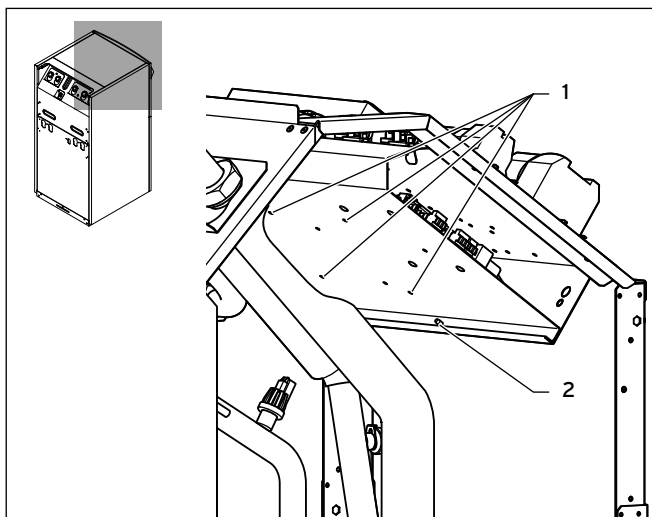

Fig. 4.3 Montage des éléments de fixation sur geoTHERM VWS/VWW/VWL-S ..1 et VWS ..4
- Branchez le connecteur bleu du câble de commande du limiteur de courant de démarrage (1) à la carte régulateur (3).
- Relevez de nouveau le niveau inférieur du coffret électrique et revissez la vis (→ Fig. 4.3, rep. 2).